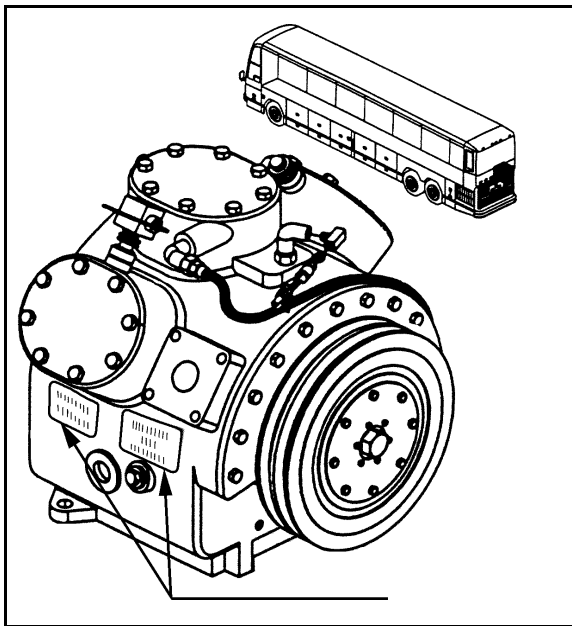

Figure 21: Emplacement du numéro de série du compresseur.
* Voir la figure 21 pour connaître l'emplacement du numéro de série du compresseur.